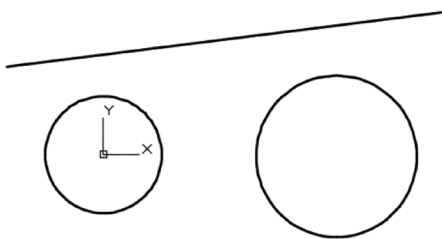

图 7-3 原始图形
1) 打开本书配套光盘中的“几何约束应用范例.dwg”图形文件, 原始图形如图 7-3 所示。